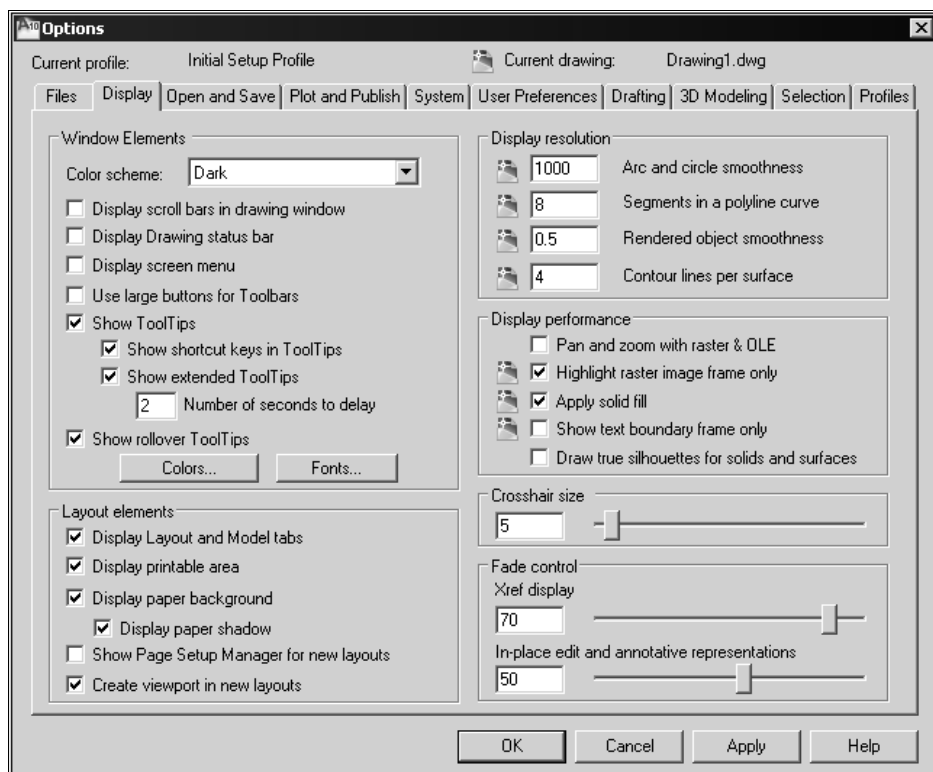
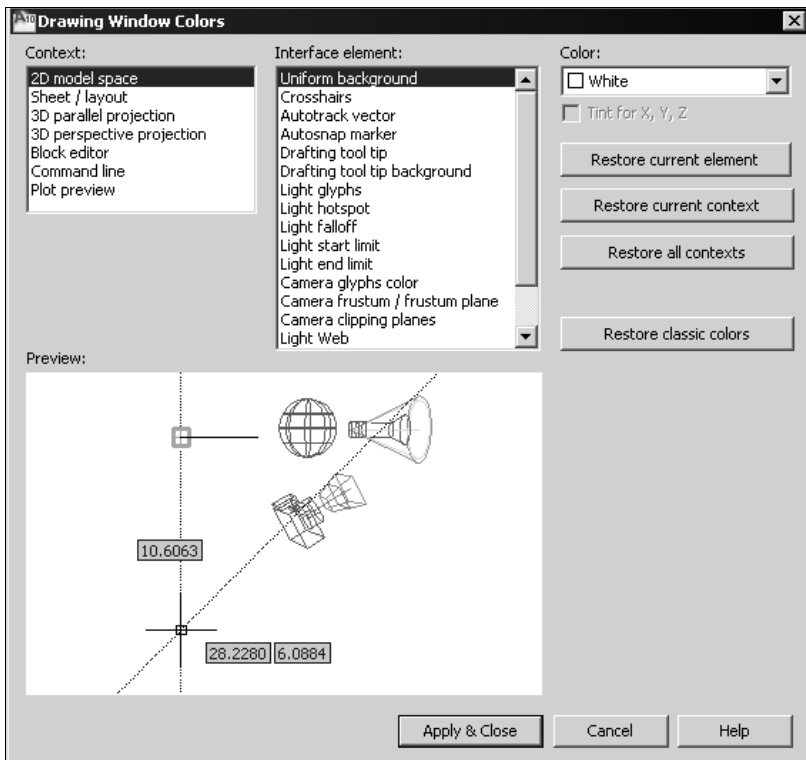

Рис. 4.5. Вкладка Display диалогового окна Options
Рис. 4.8. Диалоговое окно **Drawing Window Colors** для настройки цветов в окне рисования
Внешний вид графического окна интерфейса программы при работе в пространстве листа и в пространстве модели можно настроить на вкладке **Display** (Экран) (рис. 4.5) диалогового окна **Options** (Настройка), которое вызывается с помощью контекстного меню в окне команд, в котором нужно выбрать **Options** (Настройка). Вкладка имеет десять областей, из которых рассмотрим здесь только **Window Elements** (Элементы окна) и **Crosshair size** (Размер перекрестья).
В рабочей части диалогового окна программы выводится прицел курсора в виде прямоугольника с двумя пересекающимися линиями. Размер этих линий в процентах относительно размеров окна изменяется перемещением движка в области **Crosshair size** (Размер перекрестья) (см. рис. 4.5).
Расположенные в нижней части области **Window Elements** (Элементы окна) на вкладке **Display** (Экран) диалогового окна **Options** (Настройка) кнопки **Colors** (Цвета) и **Fonts** (Шрифты) (см. рис. 4.5) открывают диалоговые окна для управления, соответственно, цветом и шрифтами элементов главного окна AutoCAD.
1. В диалоговом окне **Options** (Настройка) выберите вкладку **Display** (Экран) (см. рис. 4.5) и в нижней части области **Window Elements** (Элементы окна) щелкните мышью на кнопке **Colors** (Цвета). Появится диалоговое окно **Drawing Window Colors** (Цветовая гамма окна чертежа) (рис. 4.8), в котором настраиваются цвета элементов, появляющихся в окне рисования AutoCAD.
- Щелкните кнопку **Apply & Close** в нижней части диалогового окна **Drawing Window Colors** (Цветовая гамма окна чертежа) (рис. 4.8) и завершите настройку цвета фона графического окна программы.
- Откройте диалоговое окно **Options** (Настройка) на вкладке **Display** (Экран) (см. рис. 4.5).